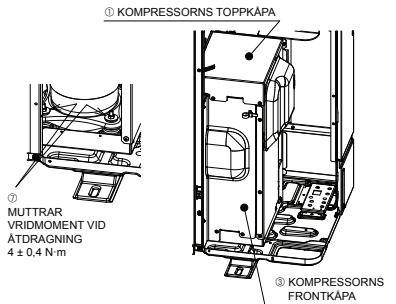

Fig. 4-2
- När kompressorns fasta komponenter har avlägsnats ska du se till att dra åt muttrarna samt sätta tillbaka kompressorns TOPPKÅPA och FRONTKÅPA i deras ursprungliga positioner. (Fig. 4-2)